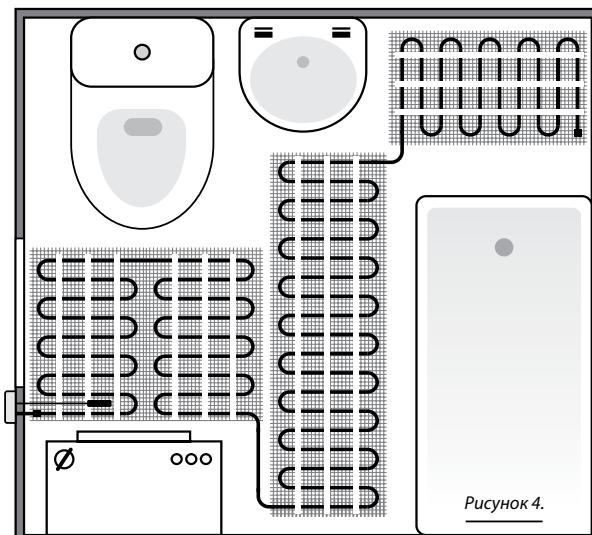

Рисунок 4.
- Площадь нагревательного мата распределяется по поверхности пола помещения путем разрезания сетки. **Внимание!** Не повредите нагревательный провод! (см. рис. 4, 6, 7).
- Нагревательный мат должен фиксироваться к полу с равными интервалами (200...250 мм), если будет заливаться самовыравнивающейся стяжкой, в противном случае нагревательный мат вслывет на поверхность заливочного материала. Пример укладки нагревательного мата в ванной комнате показан на рис. 4.